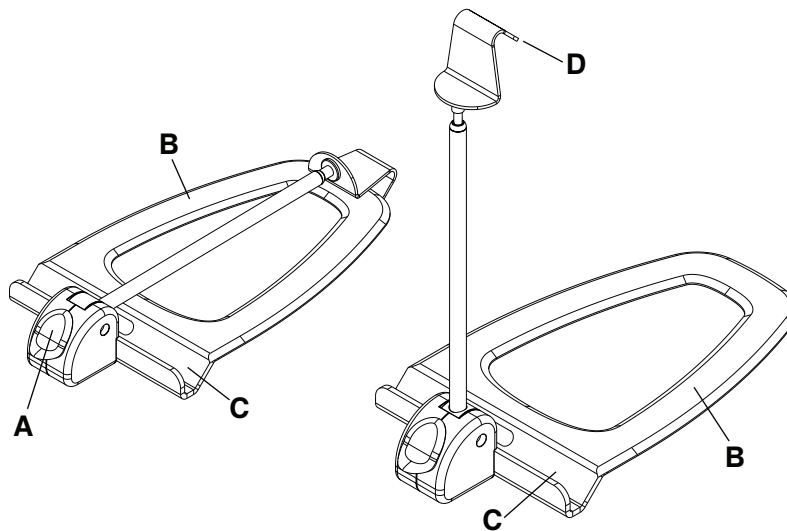

Figura 29 – Soporte lateral del chasis radiográfico
2. Pulse el botón de liberación amarillo (A) para abrir el soporte lateral del chasis (Figura 29).
3. Deslice la base plana (B) entre el colchón y la plataforma del paciente.
5. Coloque el chasis radiográfico en el canal para el chasis (C).
6. Tire hacia arriba del gancho del chasis (D) para ajustar la altura del brazo de modo que quede sobre el chasis radiográfico para sujetarlo en su sitio.